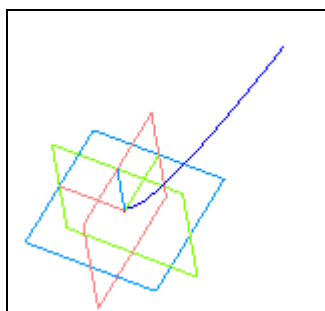

Рис. 7.11. Кривая по закону
- ◆ нажмите кнопку **Создать объект**. Кривая по закону будет построена (рис. 7.11).